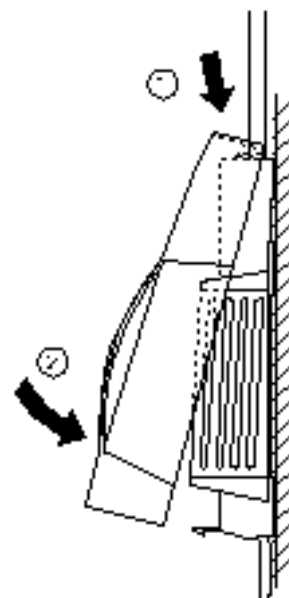

Figure 5 : Remise en place du capot sur le boîtier
10. Replacer le capot sur le boîtier en plaçant le bord supérieur contre la plaque arrière (1) et encliqueter la partie inférieure du capot sur le boîtier (2) (voir Figure 5).
8. Replacer le capot sur le boîtier en plaçant le bord supérieur contre la plaque arrière (1) et encliqueter la partie inférieure du capot sur le boîtier (2) (voir Figure 5).